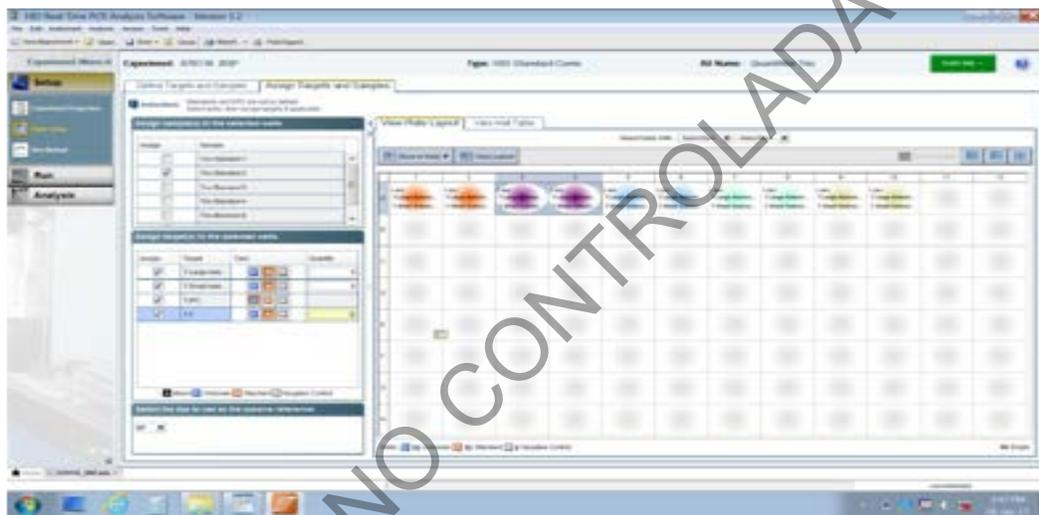

Figura 13. Esquema para asignar los valores de la curva y controles en los pocillos
7.2.17 Seleccione los pocillos A3-A4 y seleccione del menú **Assign Targets and Samples** la opción Standard 2. Ver figura 13.
7.2.21 Seleccione cada dupla de pocillos del A3 al A10 y en el menú **Assign target to the selected wells** corrija los valores de cantidad "**Quantity**" para cada dupla de estándar correspondiente para los parámetros **T. Large autosomal**, **T. small autosomal** y **T.Y.** Ver figura 13. A saber: